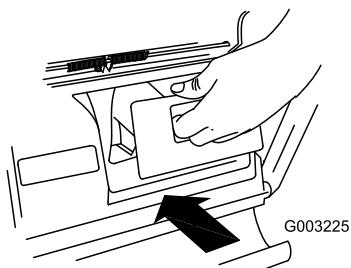

Figura 29
**Importante:** Asegúrese de que el tapón de descarga trasera está colocado antes de reciclar los recortes (Figura 29).